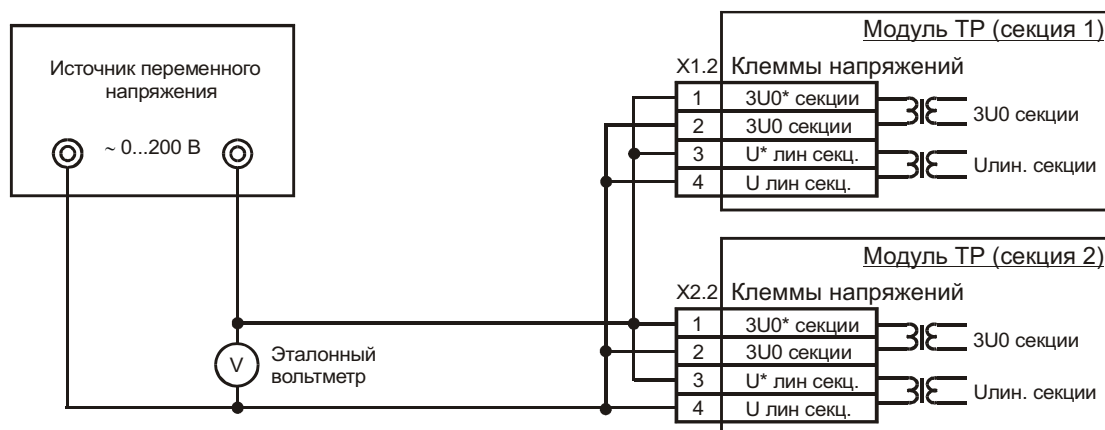

Рис. 4. Схема калибровки каналов измерения напряжения.
3.3.3.1 Для калибровки каналов измерения напряжения подключить источник переменного напряжения, регулируемый в диапазоне от 0 до 200 В с нестабильностью $\pm 0,2\%$ и мощностью не менее 5 ВА, к клеммам напряжения X1.2 и X2.2 модулей ТР в соответствии с рис. 4. Параллельно подключить эталонный вольтметр переменного тока класса точности 0,1.